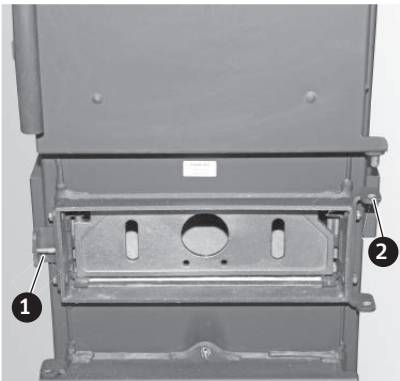
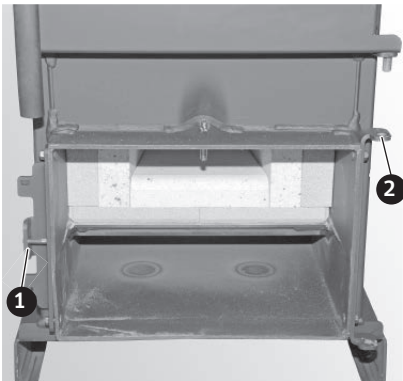

Fig. 34 Sportello di accensione: invertire supporto dello sportello e supporto di chiusura
Fig. 35 Sportello cenere: invertire supporto dello sportello e supporto di chiusura
- ▶ Svitare il supporto sportello e il supporto di chiusura dal corpo della caldaia e riavvitarli insieme dopo averli invertiti – Fig. 34, Fig. 35.